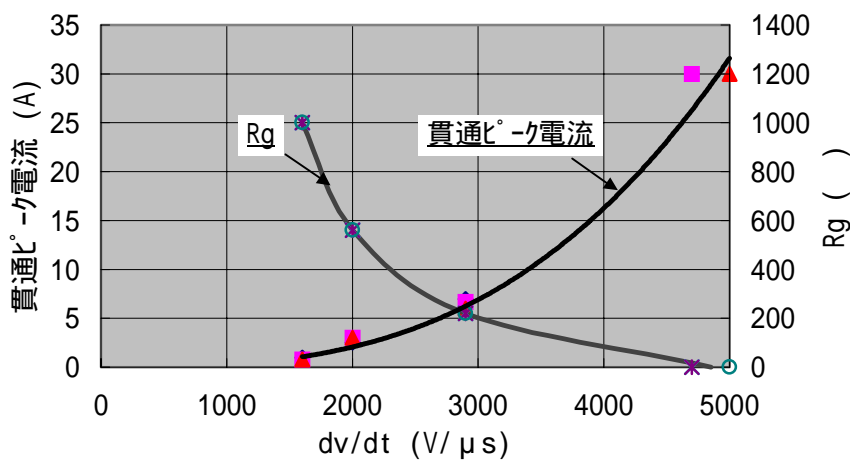

図 1 2 . dv/dt と貫通電流および R_g の関係
(4) 上アームパワー素子の誤オンについて
- ・下アームパワー素子オン時に MU 端子電圧が振動すると、上アームパワー素子が誤オンする場合があります。この電圧振動は、特に上下のパワー素子を接続する配線長が長く L 分が存在するような場合に発生しやすくなります。配線は出来るだけ短くなるように御配慮下さい。(図 1 4 内の (4) 項参照)
(5) VSP 端子のノイズによる上アームパワー素子の誤オンについて
- ・回路の配線の状態によっては、下アームパワー素子オン時に発生する dv/dt の影響を受け VSP 端子にこれと同期したノイズが印加される場合があります。この時、出力端子電圧が振動するよう見えるため、上記 (4) 項の様に上アームパワー素子が誤オンする場合があります。